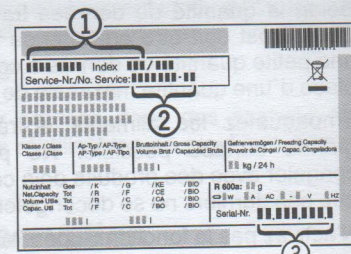

Fig. 10
- Relever la désignation de l'appareil Fig. 10 (1), le n° de service Fig. 10 (2) et le n° de série Fig. 10 (3) sur la plaquette signalétique. Cette plaquette se trouve sur la paroi intérieure gauche de l'appareil.
- Informer le S.A.V. et lui communiquer la panne, la désignation de l'appareil Fig. 10 (1), le n° de service Fig. 10 (2) et le n° de série Fig. 10 (3).